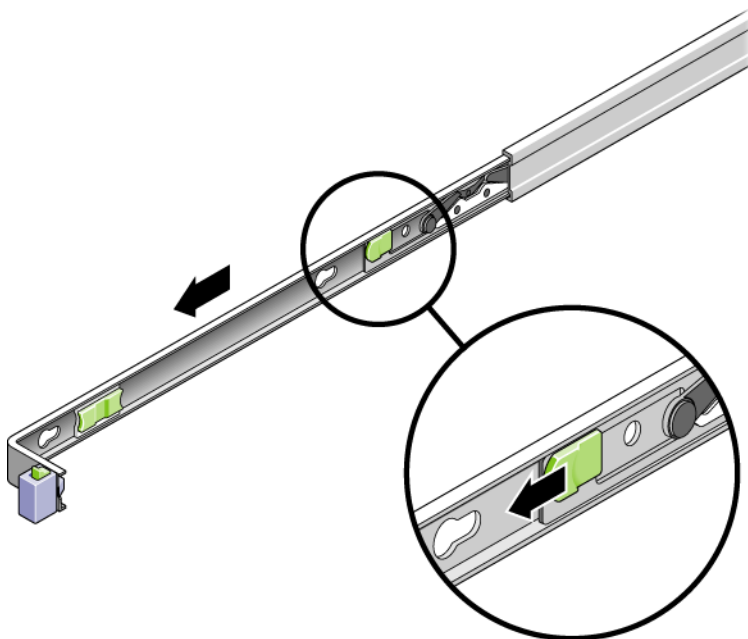

FIGURE 2-13 Glissement du bouton de dégagement du support de montage
- c. Faites glisser le bouton de dégagement du support de montage dans le sens indiqué dans la FIGURE 2-13, puis faites glisser le support de montage hors du rail coulissant.